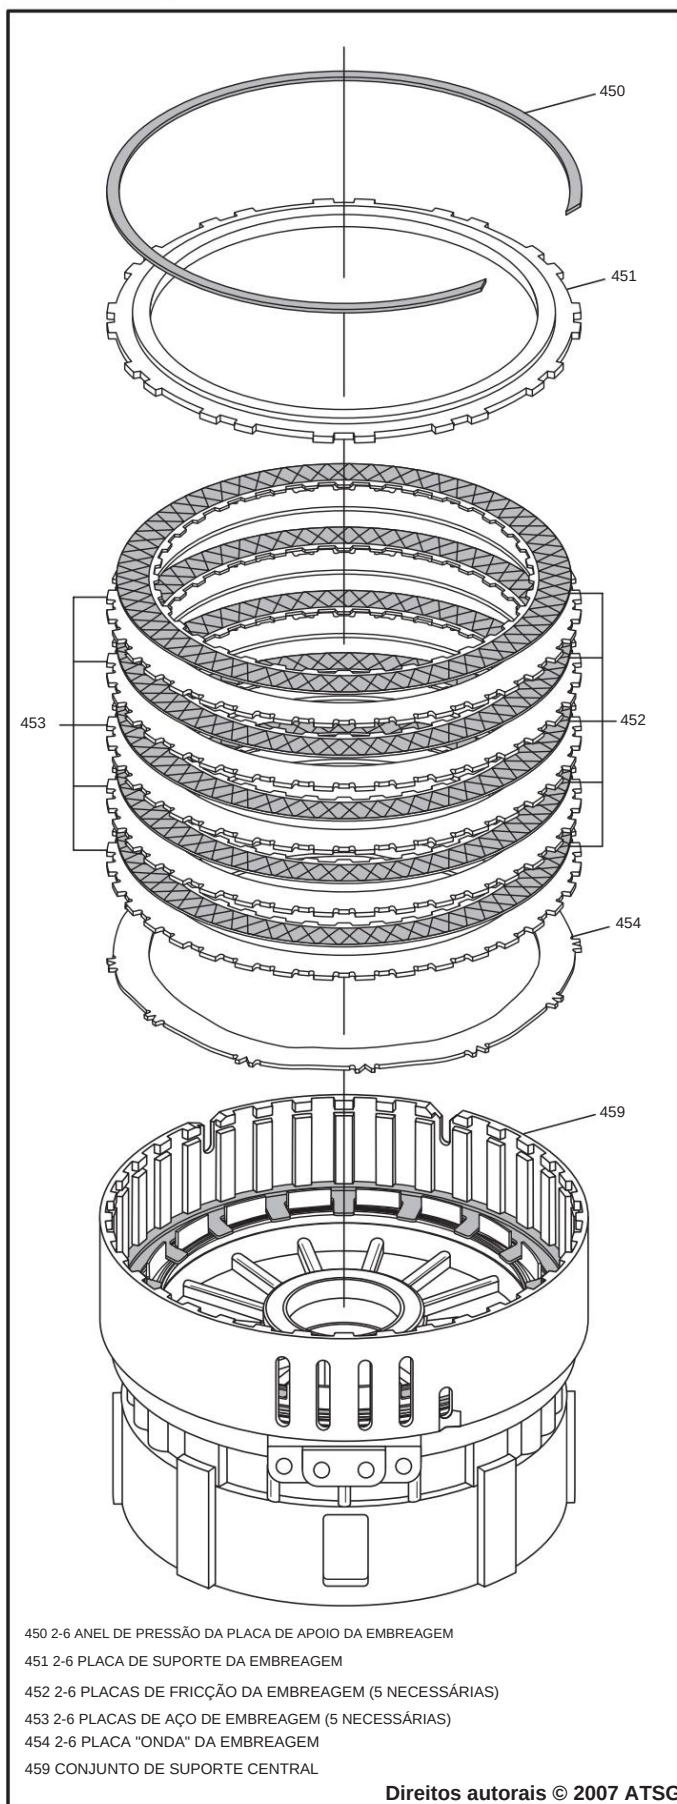

Figura 109
9. Instale a placa "onda" da embreagem 2-6 no suporte central, conforme mostrado na Figura 109.
10. Instale as 2 a 6 placas de embreagem começando com uma placa de aço e alternando com uma placa de fricção até instalar cinco de cada, conforme mostrado na Figura 109.
11. Instale a placa traseira da embreagem 2-6, conforme mostrado na Figura 109.
12. Instale o anel elástico da placa traseira da embreagem 2-6, conforme mostrado na Figura 109.